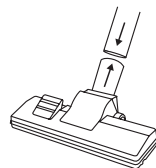

Fig. 7 – Montagem do bocal multiuso
- Conecte o tubo de aspiração no bocal multiuso, no bocal escova ou no bocal para cantos, conforme mostra a Fig. 7;